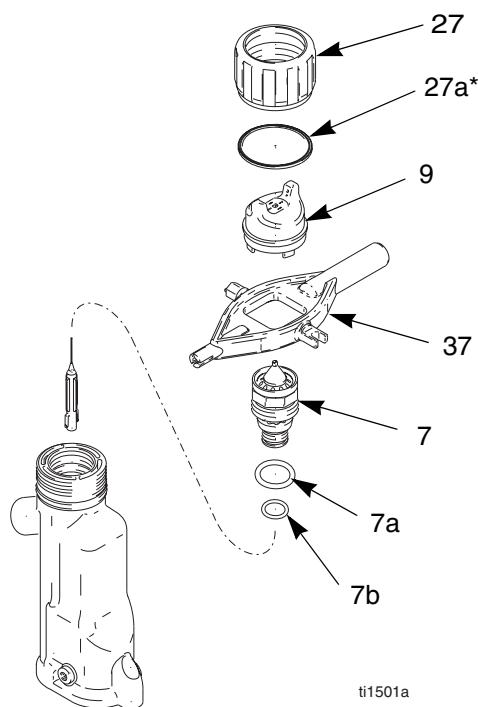

Fig. 11. Remplacement de l'ensemble chapeau d'air/buse
2. Enlever la bague de serrage (27) et le chapeau (9). Voir la Fig. 11.
3. Diriger le pistolet vers le haut et presser la gâchette pendant le démontage de la buse produit (7) à l'aide de la clé multi-usage (37).